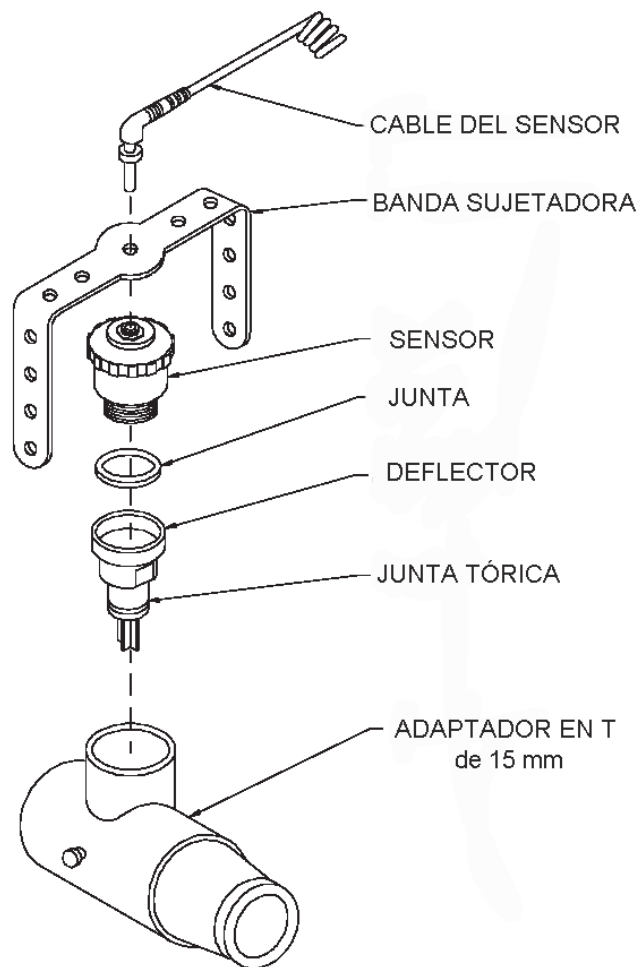

Figura 3-3.
3. Introduzca el sensor (con deflector) firmemente dentro del adaptador en T apuntando hacia abajo (*Figura 3-3*) para evitar la condensación de la humedad en la membrana del sensor; (Ver el Apéndice B, "Efectos de la presión, humedad y temperatura"). Compruebe que el sensor se acople firmemente en el adaptador en T.
Ver la *Figura 3-3* para informarse sobre el montaje correcto del sensor y el deflector.